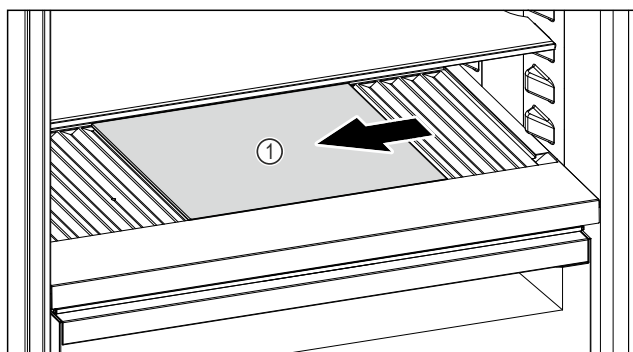

Fig. 204
- Skleněnou desku Fig. 204 (1) posuňte doleva, doprostřed nebo doprava.